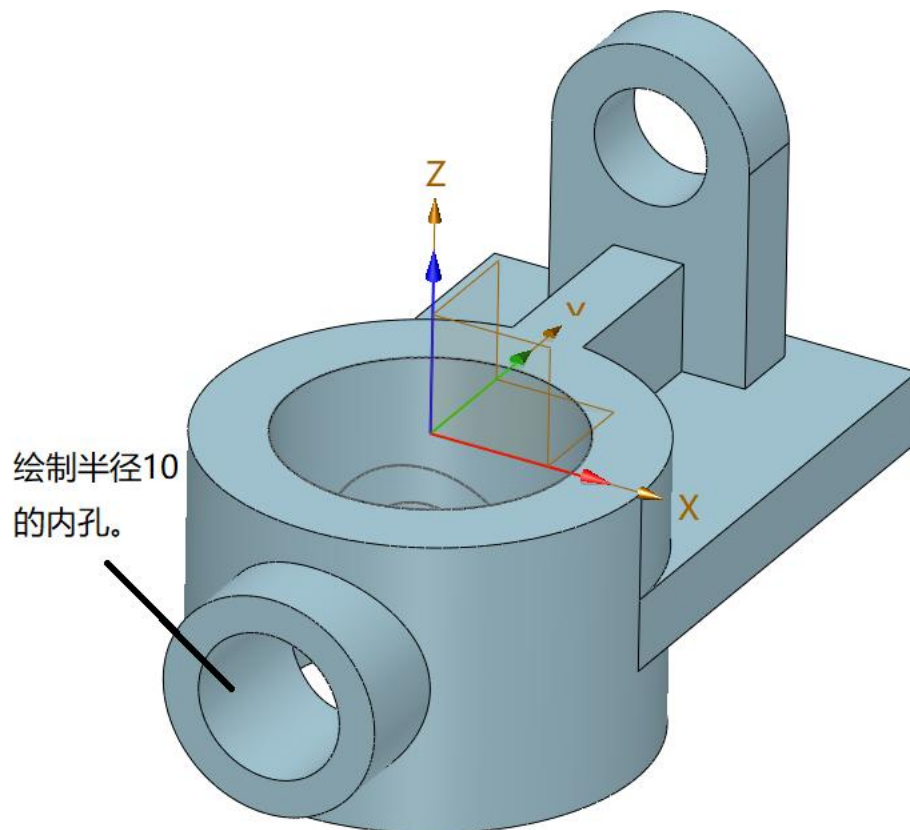

图 6-8 半径 10mm 内孔绘制
7、半径 10mm 内孔绘制，在 XZ 平面绘制半径 10mm 的圆，再拉伸 40mm 创建内孔。如图 6-8 所示。